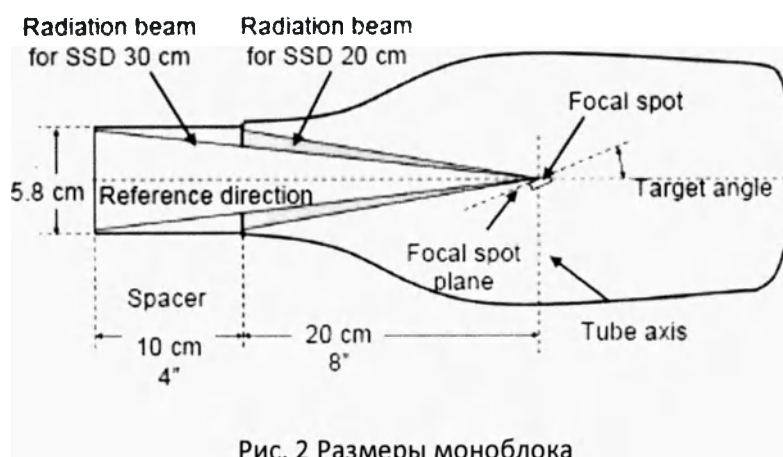

Рис. 2 Размеры моноблока
- расположение фокусного пятна	См. Рис. 2